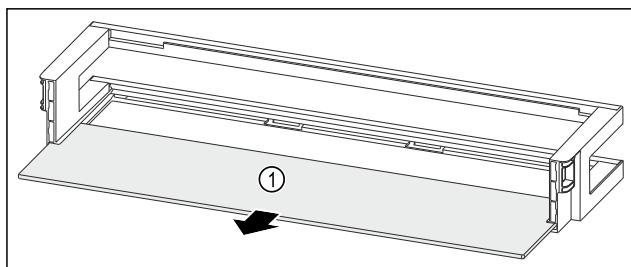

Fig. 90 Дверная полка со съемной полкой
- ▶ Извлеките съемную полку Fig. 90 (1).